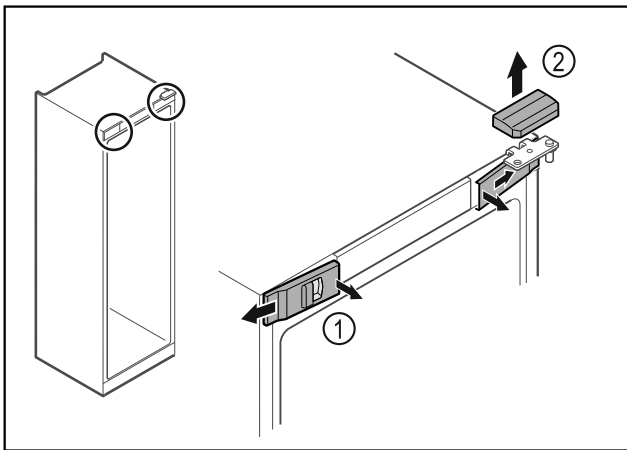

Fig. 5
- ▶ Izvadite prednje poklopce Fig. 5 (1) iznutra i skinite ih na stranu.
- ▶ Skinite gornji poklopac Fig. 5 (2) prema gore.